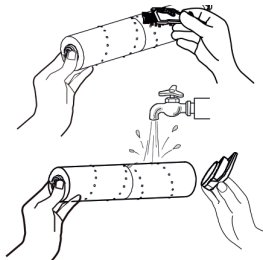

Fig. 38
- Retire el asa. Limpeze y lave el cepillo giratorio con agua limpia para eliminar la suciedad, el cabello, las astillas, etc. (Fig. 38).